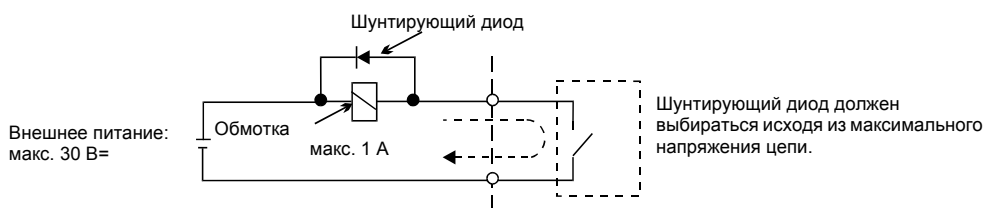

Рис. 6 Подключение шунтирующего диода
- *3. При коммутации индуктивной нагрузки, например, обмотки реле, питаемой от источника постоянного тока, подключайте шунтирующий диод, как показано на Рис. 6.